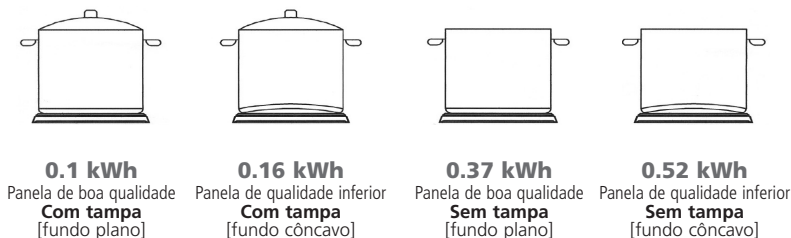

Fig. 4
- Para um melhor aproveitamento da energia, utilizar panelas com fundo plano de alta espessura e com tampa [Fig. 4].